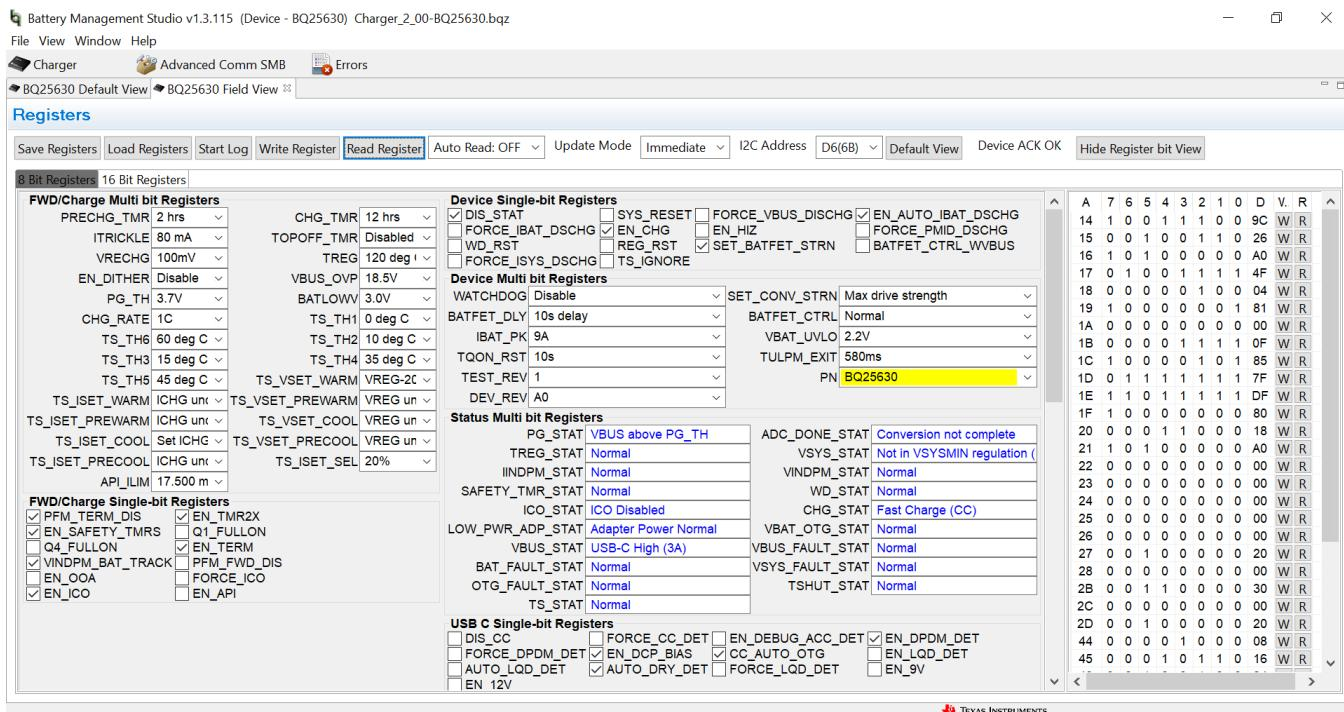

図 3-3. BQ25630 EVM ソフトウェアのメイン ウィンドウ
- 表示されるウィンドウで **Field View** を選択すると、BQ25630 評価基板ソフトウェアのメイン ウィンドウが 図 3-3 のように表示されます。
2. フィールドビュー (図 3-3 を参照) で、必要に応じて以下の変更を行います。